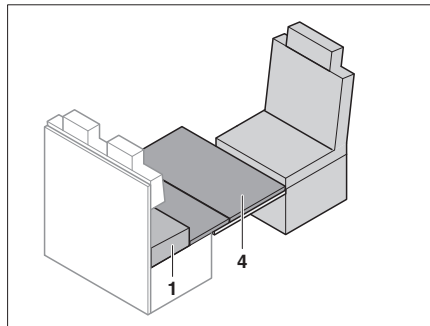

Bild 161 Notbettunterlage auflegen
- Notbettunterlage (Bild 161,4) auf den Tisch legen. Die vordere Kante der Notbettunterlage dabei direkt an den Fahrersitz anlegen.